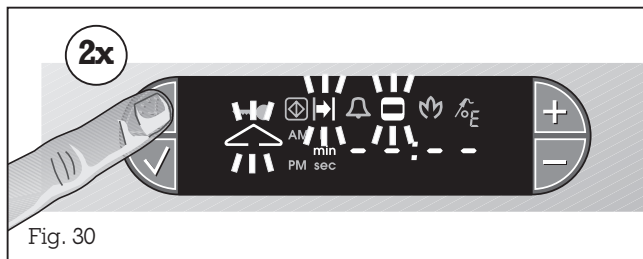

Fig. 30
- Appuyez 2 fois (four haut) ou 4 fois (four bas) sur la touche ☺ (heure). Sur l'afficheur, les symboles -| (heure d'arrêt), □ (temps de cuisson) et △ (four haut) ou ▽ (four bas) clignotent. Des tirets apparaissent sur l'afficheur (signification : pas de valeur programmée) (fig. 30 et 31).